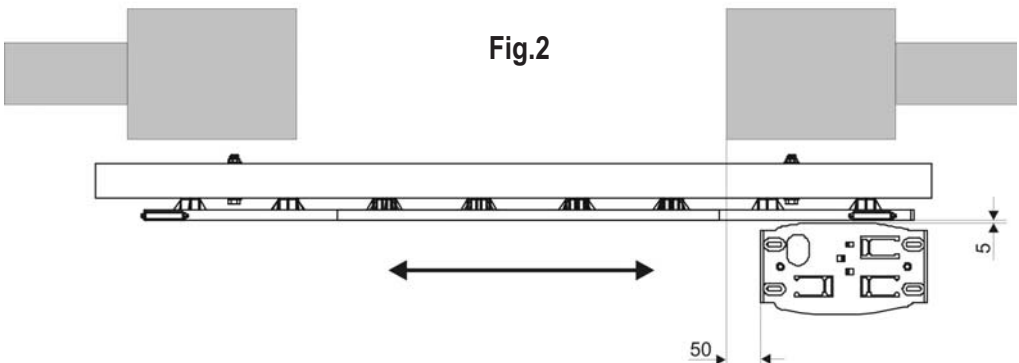

Fig.3
- Posizionare la piastra di ancoraggio sulla base di calcestruzzo, rispettando le quote riportate in fig. 2 e fig. 3.
- Colare il calcestruzzo nello scavo e posizionare la piastra di ancoraggio rispettando le quote riportate in fig. 2 e fig. 3.